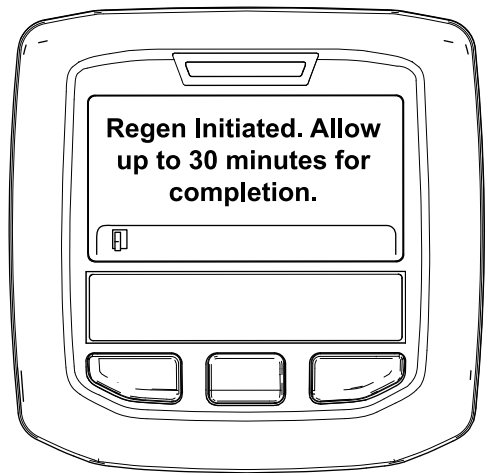

Figura 36
- Si la regeneración se permite, aparece el mensaje “Regen Initiated. Allow up to 30 minutes for completion” (Regeneración iniciada, espere 30 minutos hasta que finalice) en el InfoCenter y debe esperar a que la máquina finalice el proceso de regeneración con la máquina aparcada (Figura 36).